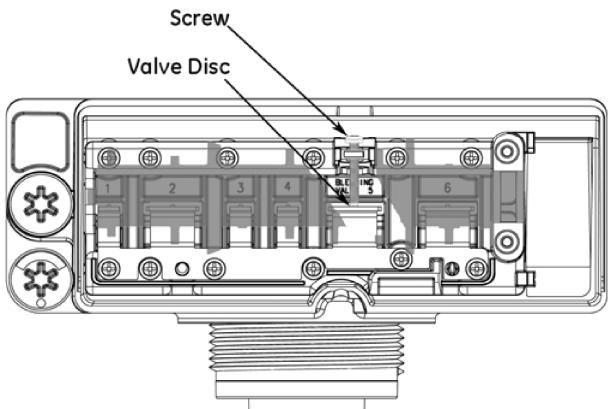

Figura 11
Consultare figura 11 a pagina 6 per la regolazione della durezza in uscita	0.3
2. Con un cacciavite a stella stringere la vite di regolazione della durezza fino a quando la parte filettata non tocca il flapper corrispondente (Figura 11)